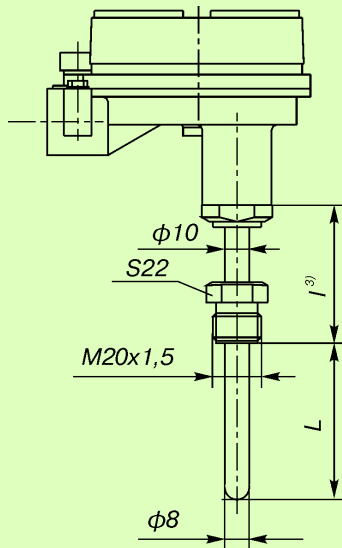

Рис. 23 (ост.см.рис.4)
- ³⁾ I = 120, 160, 200 мм (см.*) - для Метран-281-Exd по рис.23;
I = 80 мм - для Метран-286-23-Exd по рис.23.
- 23¹⁾ по рис.23